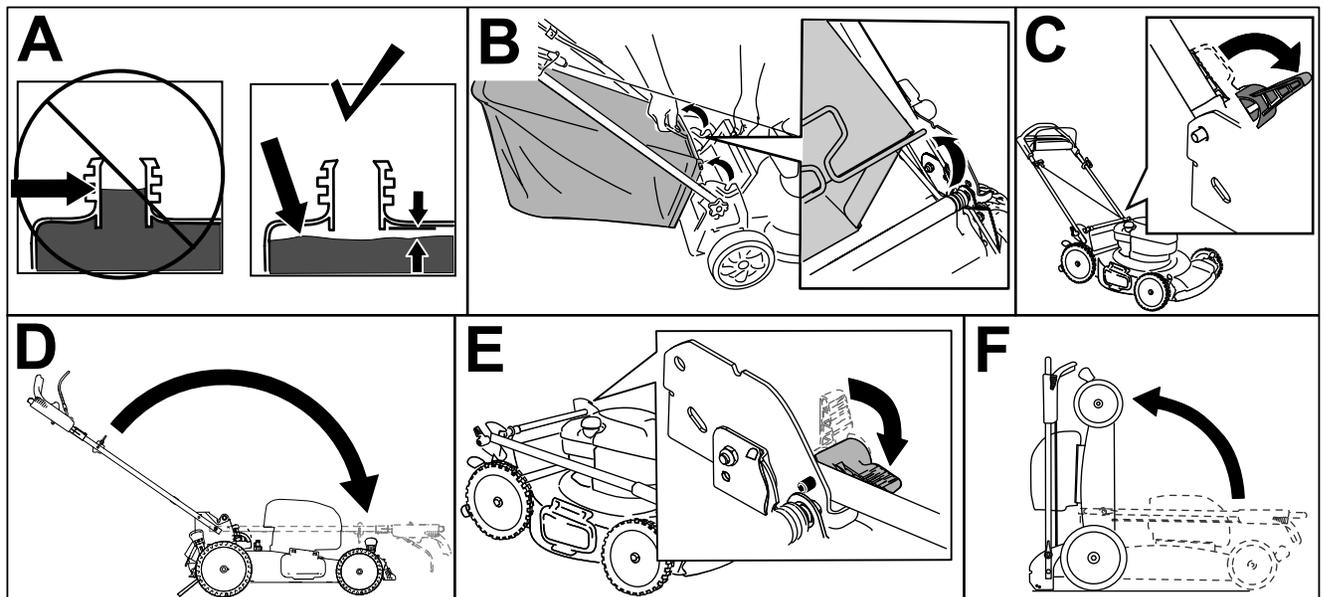

Figure 25
Remarque: Si le niveau de carburant est trop élevé dans le réservoir de carburant, vidangez une partie du réservoir dans un récipient approprié jusqu'à ce que le niveau soit égal ou inférieur à la limite recommandée par le constructeur du moteur (A de Figure 25).
2. Si le bac à herbe est installé, déposez-le; (B de Figure 25).
3. Déverrouillez la poignée (C de Figure 25).
4. Pliez la poignée complètement en avant (D de Figure 25).
5. Verrouillez la poignée (E de Figure 25).
6. Levez l'avant de la machine par la poignée et amenez-la dans un lieu de remisage (F de Figure 25).